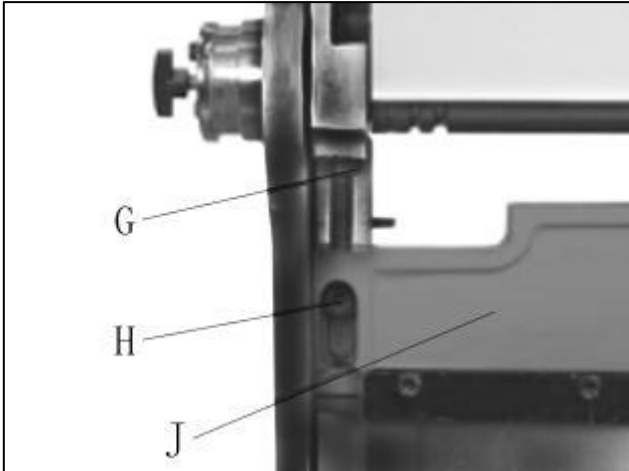

Abbildung 6
**So stellen Sie den Bremsbalken (G, Abbildung 6) für 90°-Biegungen am unteren Ende des Hubs ein:**
7. Die Feststellschrauben (H) mit einem 6 mm Inbusschlüssel leicht lösen.
8. Die Einstellschrauben (G) des Bremsbalkens mit einem 16-mm-Schlüssel drehen, bis die Prüfbiegung An beiden Enden der Bremse eine 90°-Biegung vornehmen.
9. Schrauben (H) wieder festziehen.